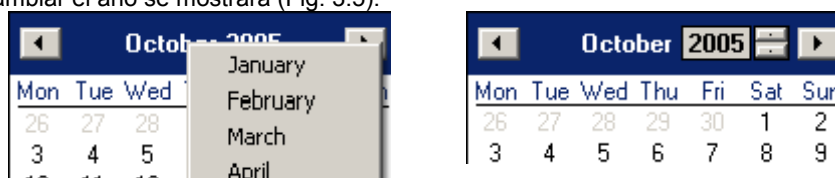

Fig. 3.5. Cambiar meses y año
2) La fecha puede cambiarse haciendo clic sobre cualquier día del calendario. Las teclas en la parte superior del calendario se utilizan para cambiar los meses (Fig. 3.5). Después de hacer clic en el año actual situado a la derecha del nombre del mes, una ventana de edición para cambiar el año se mostrará (Fig. 3.5).